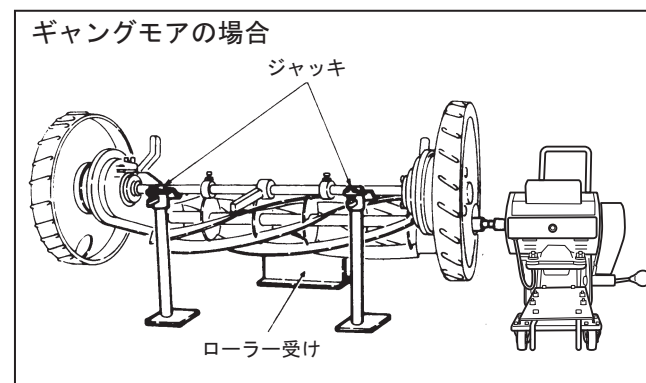

図 3
- ①付属品のローラー受け及びジャッキを用いて芝刈機のリール軸が地面と水平になるようにセットしてください。(図3、4参照)
- ②本機のレバーハンドルをゆるめ、伝動軸を芝刈機のリール軸と同じ高さに調節し、レバーハンドルをしっかり締めます。
- ③接続金具が作業中に外れないように芝刈機と本機の間隔に注意して確実に連結してください。